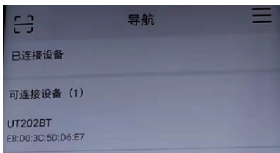

图14
1) 短按UT202BT  按键打开蓝牙, 打开蓝牙后, UT202BT若未与手机端APP连接, 则LCD的蓝牙符号闪烁; 手机桌面找到安装的“IDMM2.0”APP图标, 点击打开APP, IDMM2.0启动后进入导航界面, 自动搜索UT202BT蓝牙并显示在等待连接列表(图14), 选UT202BT点击连接, 也可以扫UT202BT机身二维码直接连接, 连接成功后UT202BT的LCD显示屏上蓝牙符号长显, IDMM2.0 APP与UT202BT进行数据通信显示测量值, 及进行按键控制等操作。